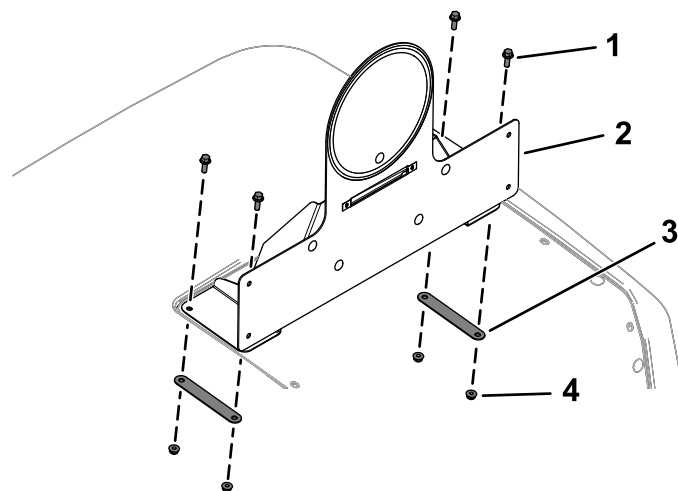

Figura 33
12. Fissate il supporto assemblato della piastra dell'adesivo del limite di velocità al cofano utilizzando 4 bulloni a testa flangiata (1/4" x 3/4"), 2 supporti posteriori e 4 dadi di bloccaggio (1/4"), come mostrato nella Figura 33.